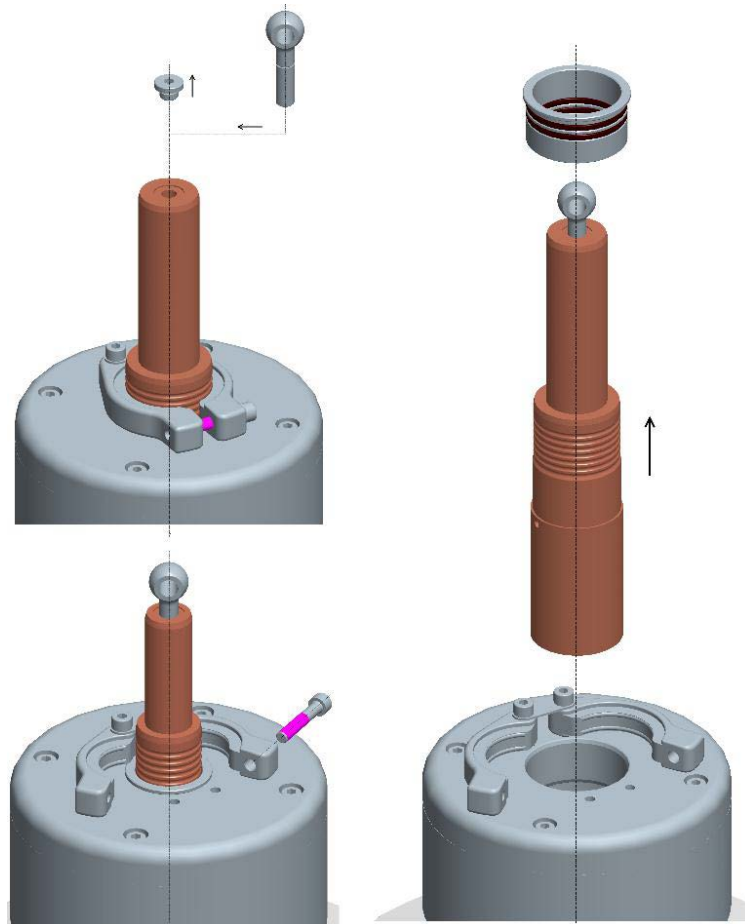

Рис. 3 Конструкция верхней части ввода
7.2.1 Произведите разборку верхней части ввода. Конструкция верхней части дана на рис.3.